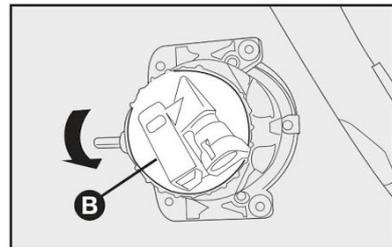

fig. 45
- 2) girar a tampa **B-fig. 45** no sentido anti-horário;